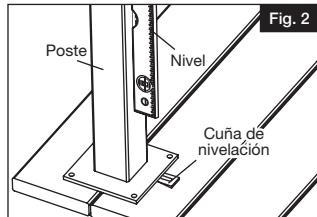
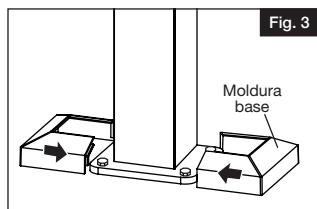

Fig. 2
Fig. 3
- Aplomar y nivelar los postes mediante el uso de cuñas (se venden por separado) (Fig. 2). Fijar los postes en su lugar con los sujetadores adecuados (se venden por separado) e instalar la moldura base en cada poste (Fig. 3).
- Instalar las secciones de la moldura base alrededor del poste. Tomar un lado de la moldura base e insertar tapones de plástico en los agujeros de la parte inferior. Tomar la segunda mitad de la moldura base y encajarla en la primera mitad (Fig. 3).
- Apretar los tornillos e instalar las secciones de la moldura base alrededor del poste. Tomar un lado de la moldura base e insertar tapones de plástico en los agujeros de la parte inferior. Tomar la segunda mitad de la moldura base y encajarla en la primera mitad (Fig. 3).
Utilice esta medida para cortar el travesaño inferior, la viga superior y el travesaño superior a la medida (Fig. 2).
Taladre en los lugares deseados que se han marcado en la plantilla utilizando una broca de $1/8$ " (32 mm). Retire la plantilla, alinee los soportes (Fig. 3) con los orificios asegurándose de que los soportes queden en ángulo recto y fije los soportes en su lugar con los tornillos de 1.5" suministrados.